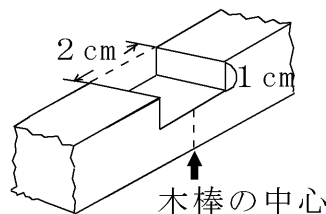

図13 木棒の切れ込み
- (1) 2本の木棒の中心に幅2cm、深さ1cmの切れ込みを入れる(図13)。